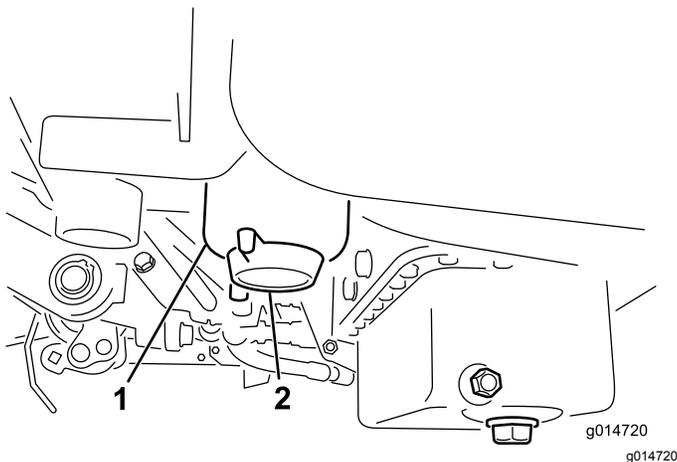

図 34
3. 燃料フィルタについているドレンプラグを1回転ほど開き、内部にたまっている異物を流し出す 図 34。終了したらプラグを締める。